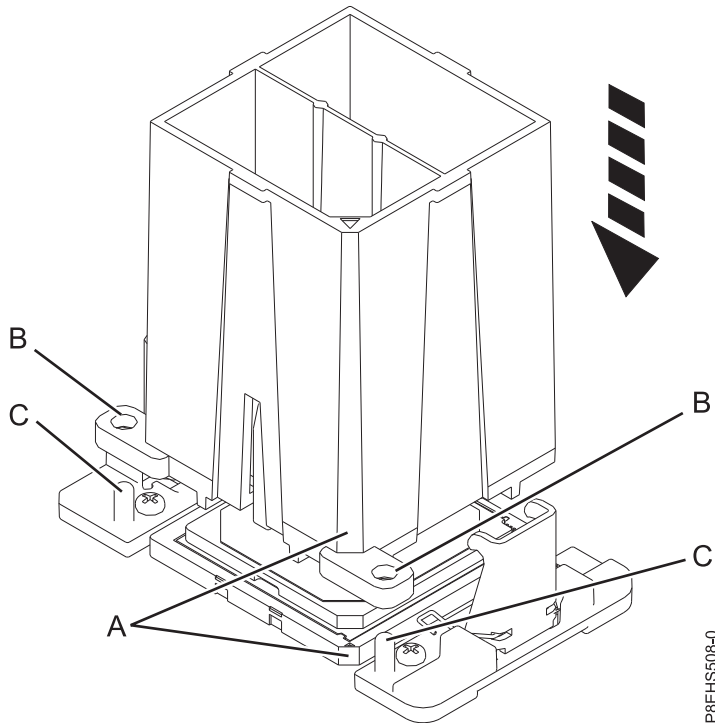

Figure 183. Abaissement de l'outil de retrait sur le module processeur système
- a. A l'aide de l'outil de retrait fourni (référence 01AF101), alignez l'angle biseauté (**A**) de ce dernier avec l'angle biseauté du module processeur système, comme illustré dans la figure 183, à la page 163.